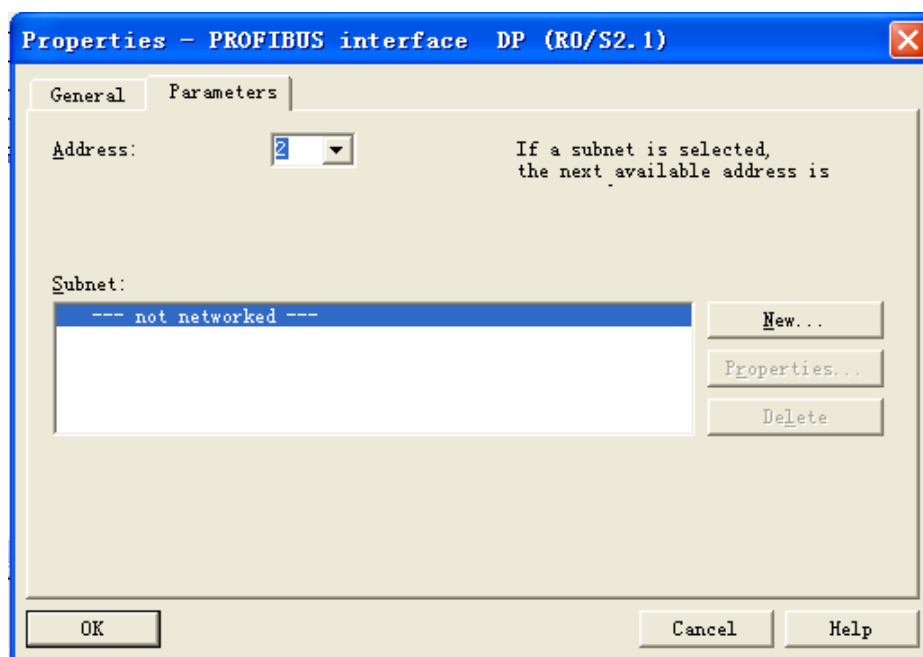

图 1.1.6
(6)、支架选择以后，选中支架的第二行（硬件设备只能添加在第二行中，而新建支架时，默认选中的是第一行，如果不选中第二行，在添加设备时会报错）。然后在右侧的设备栏中选择一个 300 的 CPU 型号，这里选择的是 CPU 315-2 DP 6ES7 315-2AH14-0AB0。由于此处使用的是 UDP 通信方式，因此不需要添加 DP 网络，即在弹出的界面中直接点击确定即可。如图 1.1.6 所示。